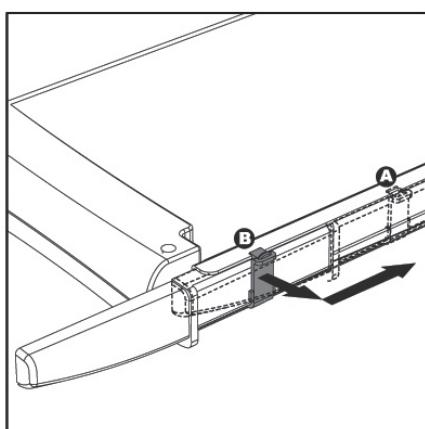

Fig. 3
- Agarre la cortadora de guillotina por la posición más baja, desenganche el botón de bloqueo desplazándolo a la derecha y muévalo de la posición B a la posición A para bloquear la guillotina después del uso. (ver Fig. 3)